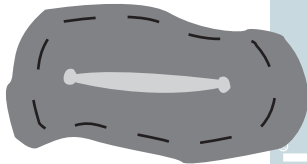

Рисунок 1. Устранение концентраторов напряжения
2. После зачистите поврежденный участок шины или камеры при помощи пневматической шлифовальной машинки. Если повреждение имеет форму пореза или трещины, на концах вырезать небольшие отверстия (снять напряжения) (рис. 1).